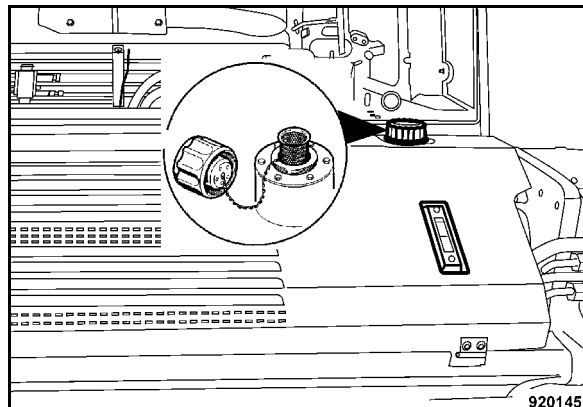

Fig. 179
- Togliere il tappo di riempimento (Fig. 179).